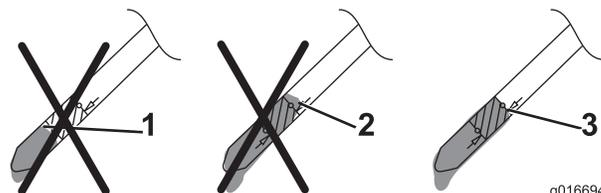

Figure 32
12. Observez le niveau d'huile indiqué par la jauge (Figure 32).
- Si le niveau n'atteint est trop bas, versez **lentement** une petite quantité d'huile dans le goulot de remplissage, attendez 3 minutes puis répétez les opérations 10 à 12 jusqu'à ce que le niveau d'huile soit correct, comme montré à la Figure 32.